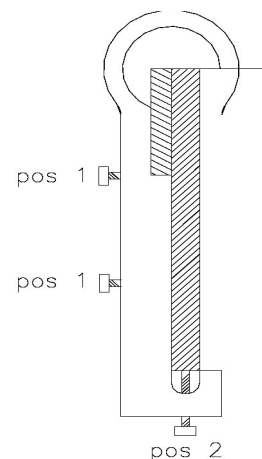

Fig. 20 : Réglage de la barre inférieure
La barre inférieure doit être adaptée à l'épaisseur de la pièce. Pour ce faire, desserrez les deux vis M12 (figure 20, pos. 1) des deux côtés de la barre inférieure.
Quand vous avez desserré les deux vis des deux côtés, la position de la barre peut être ajustée avec les vis de réglage (figure 20, pos. 1).